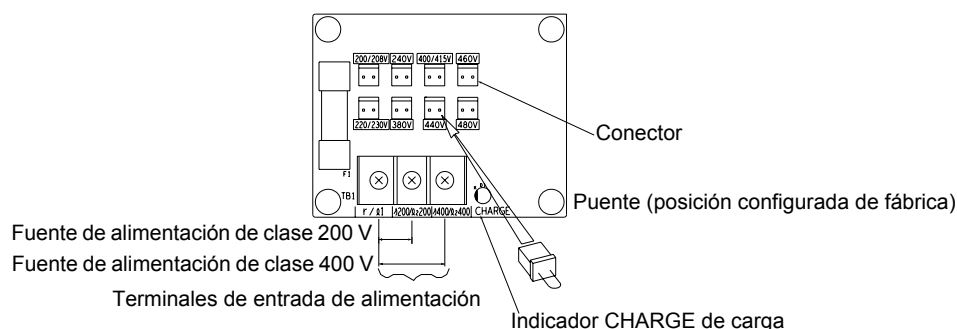

Fig. 4.2 Configuración de la tensión de alimentación
4. Inserte el puente en la posición correspondiente a la tensión suministrada al convertidor (véase la Fig. 4.2).